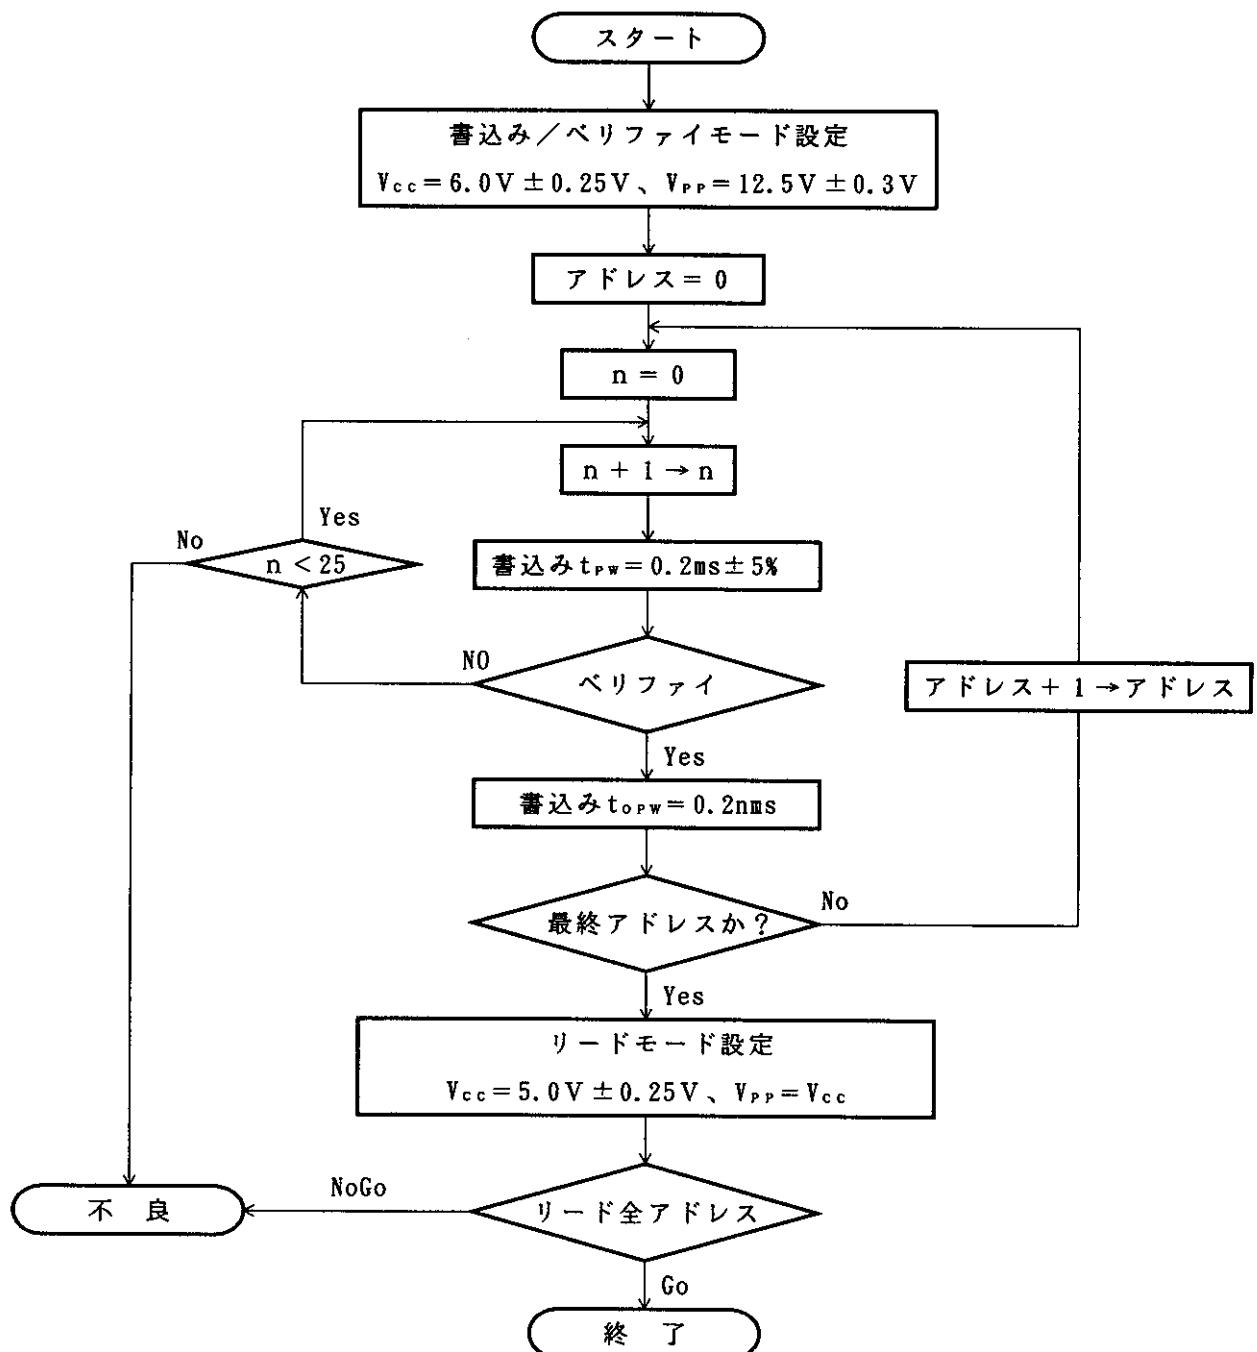

図6.4 高性能プログラミングフローチャート
高性能プログラミングの基本的なフローを図6.4に示します。
*3 t_{OPW} は図6.4 高性能プログラミングフローチャートに記載した値で定義されます。
【注】* t_{OPW}は図6.4 高性能プログラミングフローチャートに記載した値で定義されます。